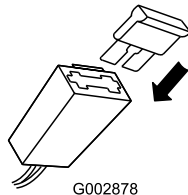

Figure 24
- Placez le fusible dans le porte-fusible (Figure 24).